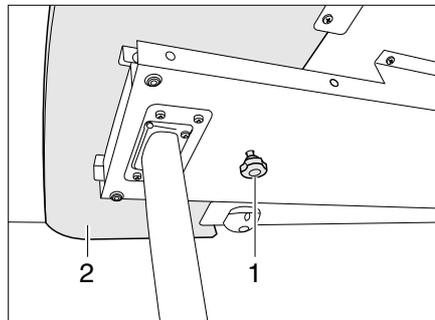
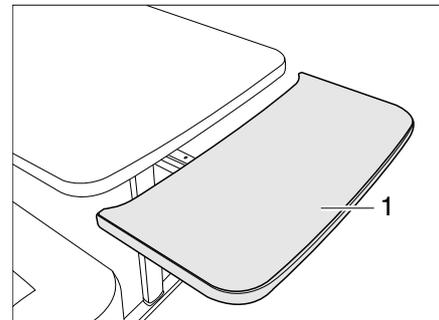

Bild 81 Verriegelung der Tischplattenverlängerung
Bild 82 Tischplattenverlängerung
- Rändelschraube (Bild 81,1) lösen.
- Tischplattenverlängerung (Bild 81,2) bis zum Anschlag herausziehen (Bild 82).
- Tischplattenverlängerung (Bild 82,1) in einem Bogen nach oben führen. Die Tischplattenverlängerung liegt bündig an der Tischplatte an.
- Tischplattenverlängerung (Bild 82,1) bis zum Anschlag von der Tischplatte wegziehen und gegen den Widerstand der Haltefedern nach unten drücken. Die Tischplattenverlängerung fährt in einem Bogen nach unten (Bild 82).
- Rändelschraube (Bild 81,1) festziehen.